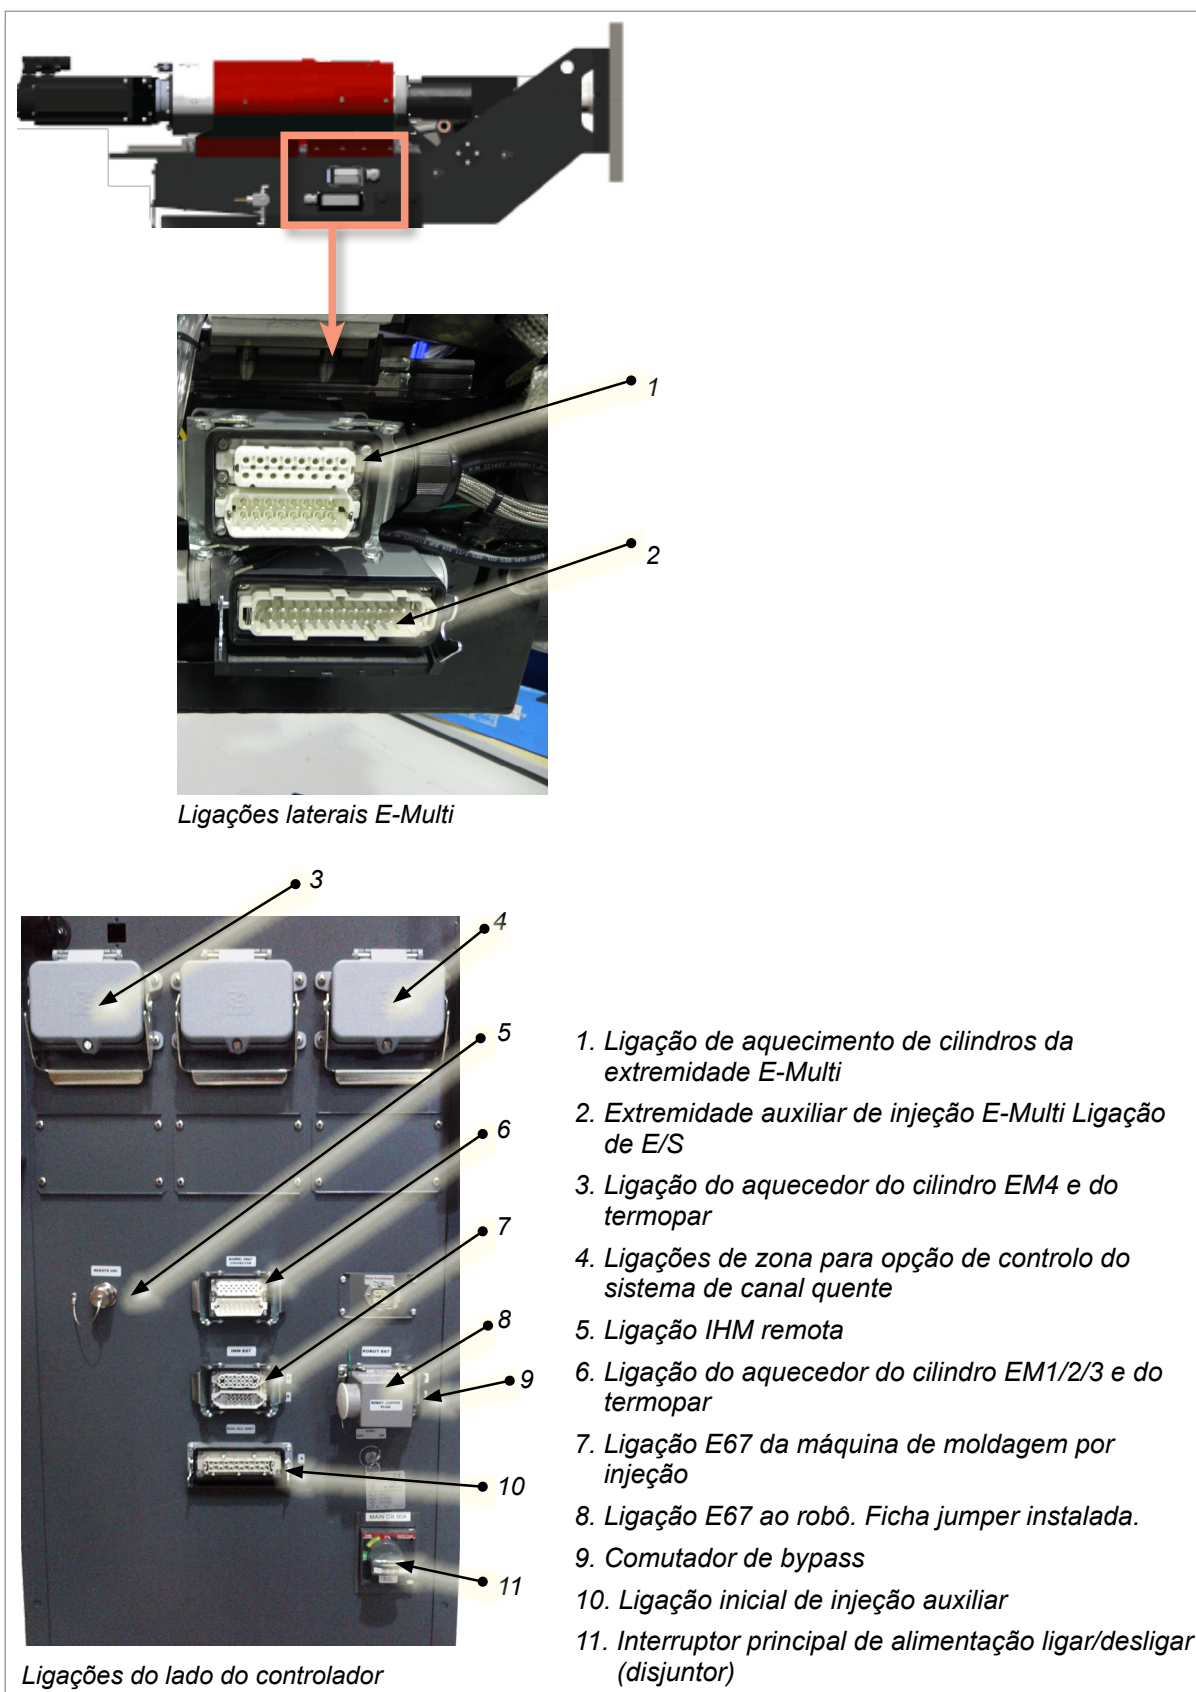

Figura 7-4 Locais de ligação E-Multi
5. Ligue o "CONTROLLER END" (extremidade do controlador) dos cabos aos conectores "BARREL HEAT CONNECTOR" (conector de aquecimento de cilindros) e "AUX INJ. UNIT" (unidade auxiliar de injeção) no controlador. Consulte a Figura 7-4 on page 7-3.
Se não for utilizado nenhum robô, ligue a ficha jumper do robô ao conector “ROBOT E67” no controlador (consulte a Figura 7-4 on page 7-3).
As unidades E-Multi estão disponíveis com unidades opcionais de interface homem-máquina (IHM) portáteis, para permitir o controlo da unidade de injeção E-Multi, quando o acesso ao controlador é inconveniente. A IHM portátil liga-se ao conector “HANDHELD HMI” no controlador (consulte a Figura 7-4 on page 7-3).